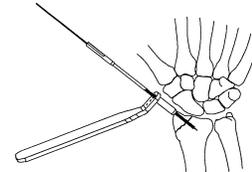

図4
- 骨質が固くスクリュー挿入の困難が予想される場合は、中空ドリルにて、スクリュー適位までドリリングします。(図4)